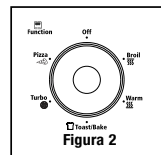

Figura 2
- 1. Perilla de control de temperatura** – Ajusta el termostato a la temperatura deseada. (Ver la Figura 2)